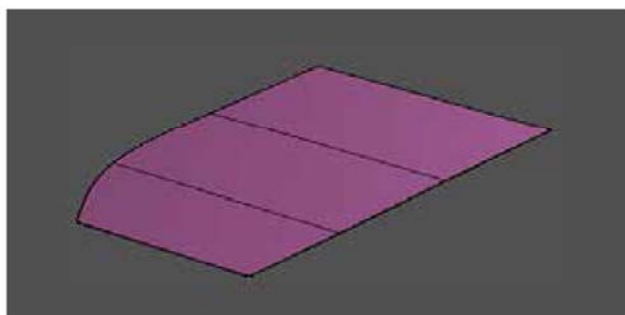

图 2-98
(8) **面**: 创建单个 T 样条面。选择平面开始定义顶点, 或者从 T 样条实体中选择顶点, 如图 2-98 所示。